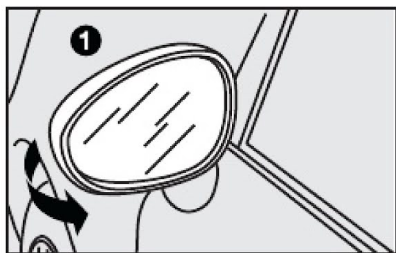

fig. 18
**Durante a marcha os espelhos devem estar sempre na posição 1-fig. 18.**